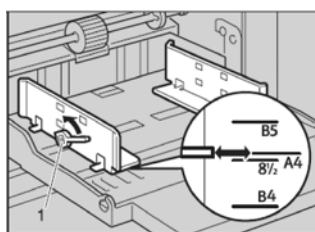

图 5-8 调整进纸侧导向板
② 释放进纸侧导向板锁定杆，调整进纸侧导向板使之与纸张尺寸匹配，如图 5-8 所示。